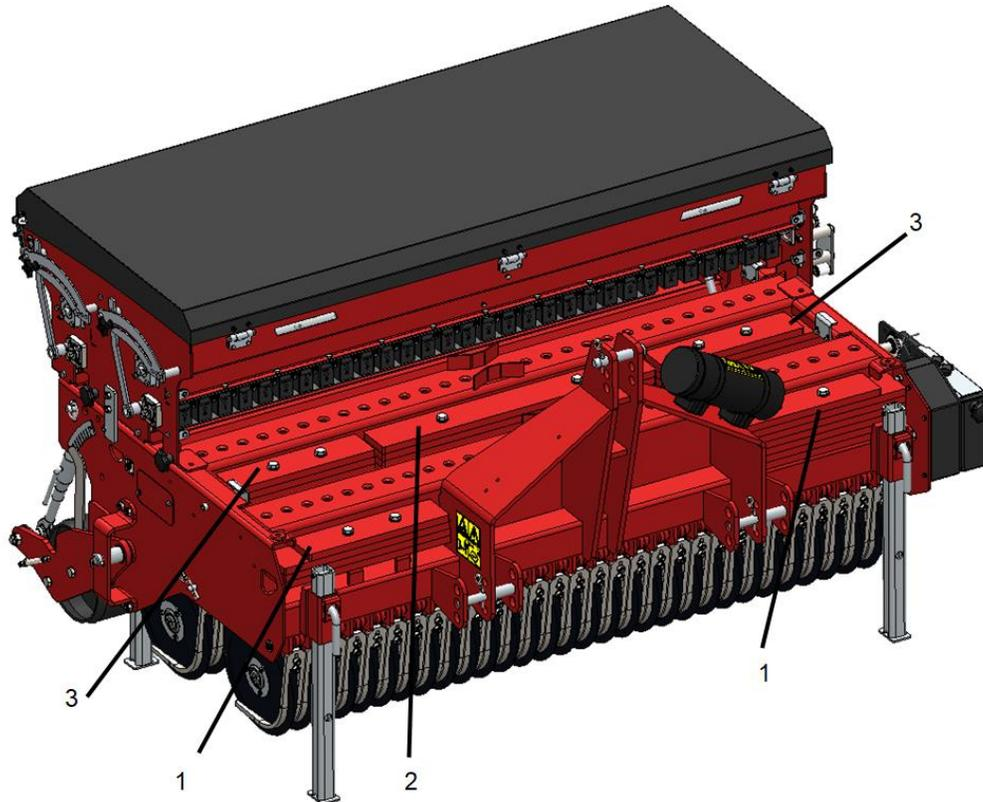

Figure 11
1. Une version interne : **(Voir figure 11)**
Poids interne (voir figure 11)